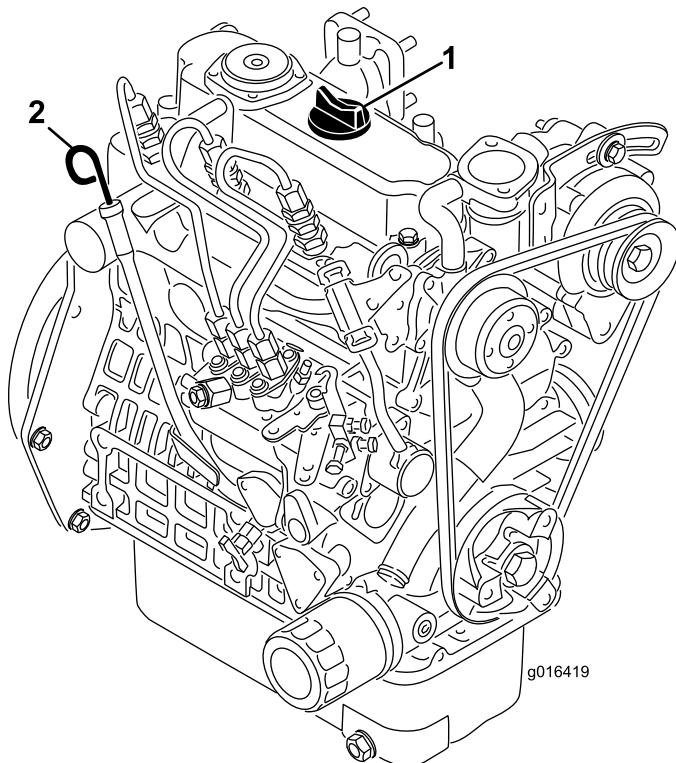

Figura 22
2. Togliete l'asta di livello ed asciugatela con un panno pulito (Figura 22). Inserite l'asta di livello nel tubo, assicurandovi che sia inserita fino in fondo. Estraete l'asta di livello dal tubo e controllate il livello dell'olio. Se il livello dell'olio è basso, togliete il tappo di riempimento dal coperchio della valvola e versate lentamente una quantità di olio sufficiente ad alzarne il livello fino al segno di pieno (Full) sull'asta. Rabboccate lentamente l'olio e controllate spesso il livello durante questa operazione. **Non riempite troppo..**